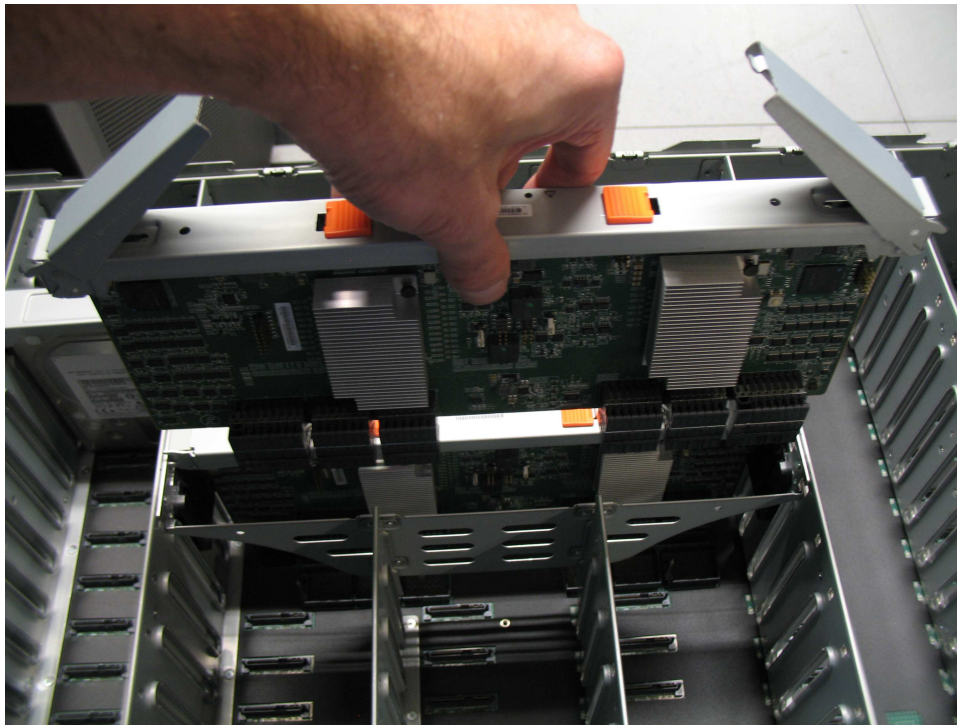

図 60. 2 次拡張機構モジュールの再取り付け
4. 図 60 に示すように、エンクロージャーのガイド・スロット内で 2 次拡張機構モジュールの端を注意深く位置合わせします。